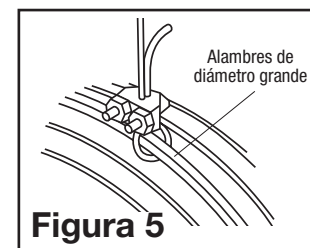

Figura 5
1. Entrelazar el cabo del cable alrededor de los alambres de diámetro grande tanto por la parte delantera como por la parte trasera de la defensa del ventilador (**Figura 5**).
2. Fijar la mordaza del cable de manera que la "u" del lado del cabo del bucle quede con cabo de 1 a 2 pulg. aproximadamente. Apriete las tuercas de la mordaza. Hay que asegurarse de que ninguna parte del cable estorbe a la paleta (**Figura 5**).